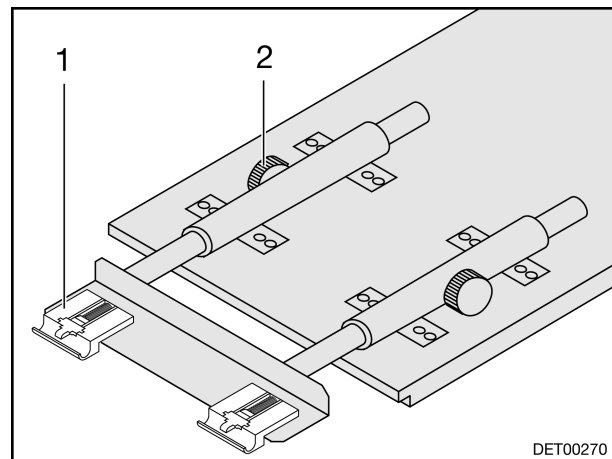

Bild 46 Hängetisch vergrößern
- Rändelschrauben (Bild 46,2) lösen.
- Tischverlängerung (Bild 46,1) ausziehen.
- Tischverlängerung (Bild 46,1) einschieben und mit den Rändelschrauben arretieren.